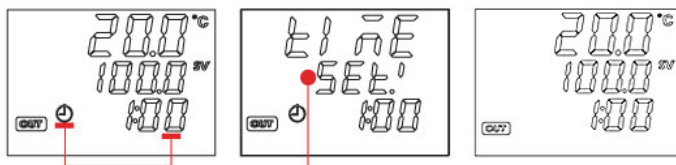

Рисунок 9
8.3.2. Установить необходимое время нагрева, для этого вращать энкодер вправо для увеличения или влево для уменьшения заданного значения. Затем нажать на ручку энкодера, введённое значение времени будет сохранено, на дисплее отобразится надпись time и три раза мигнёт надпись Set, и дисплей вернётся в режим отображения процесса нагрева (Рисунок 9).